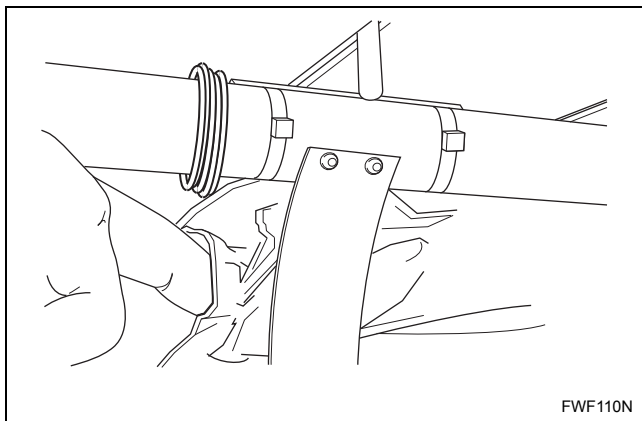
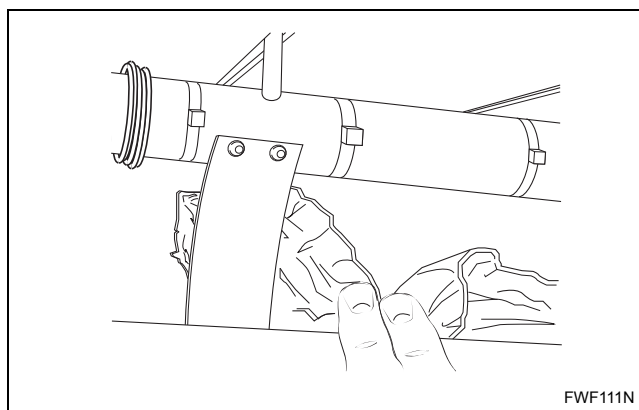
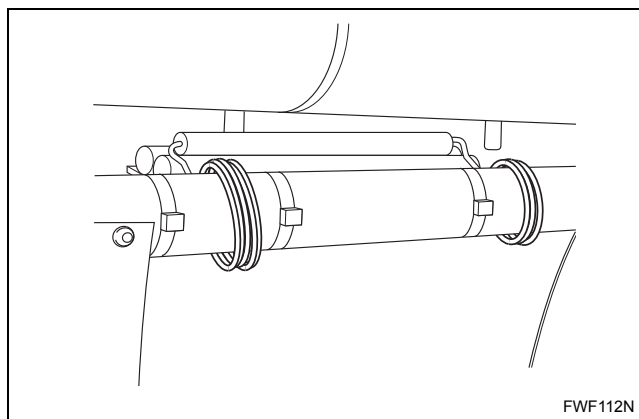

Abbildung 9
Abbildung 10
Abbildung 11
- b. Schutzpapier manuell entfernen. Am Trennmesser und am Temperatursensor besonders vorsichtig sein. Siehe *Abbildung 9*, *Abbildung 10* und *Abbildung 11*.